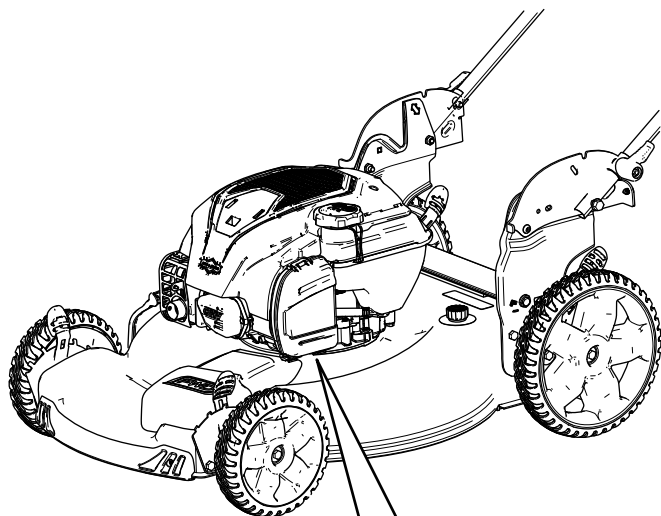

図 25
1. エアフィルタカバー上部のクリップを外す 図 25。
2. エアフィルタを取り外す (図 25)。